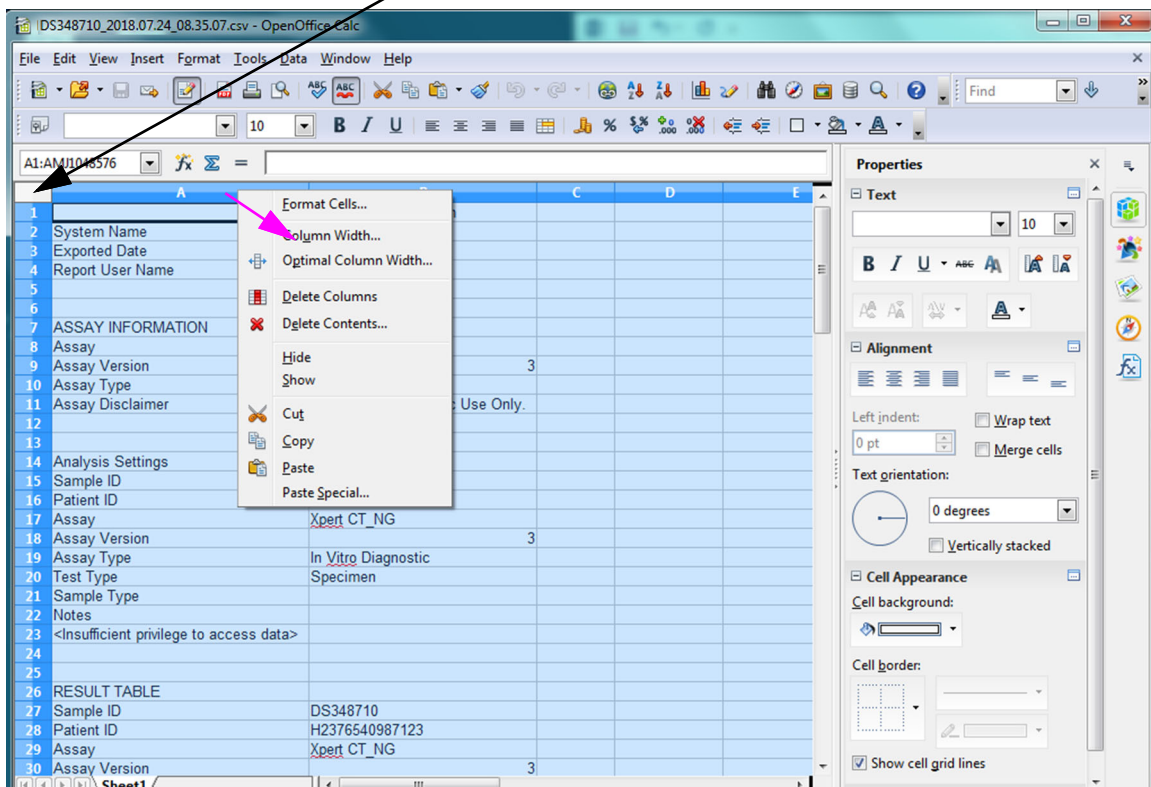

Figura 5-66. Menu pendente para seleccionar a largura da coluna
5. Clique com o botão direito do rato no cabeçalho da coluna. Será visualizado um menu pendente à direita da coluna (consulte a figura 5-66).